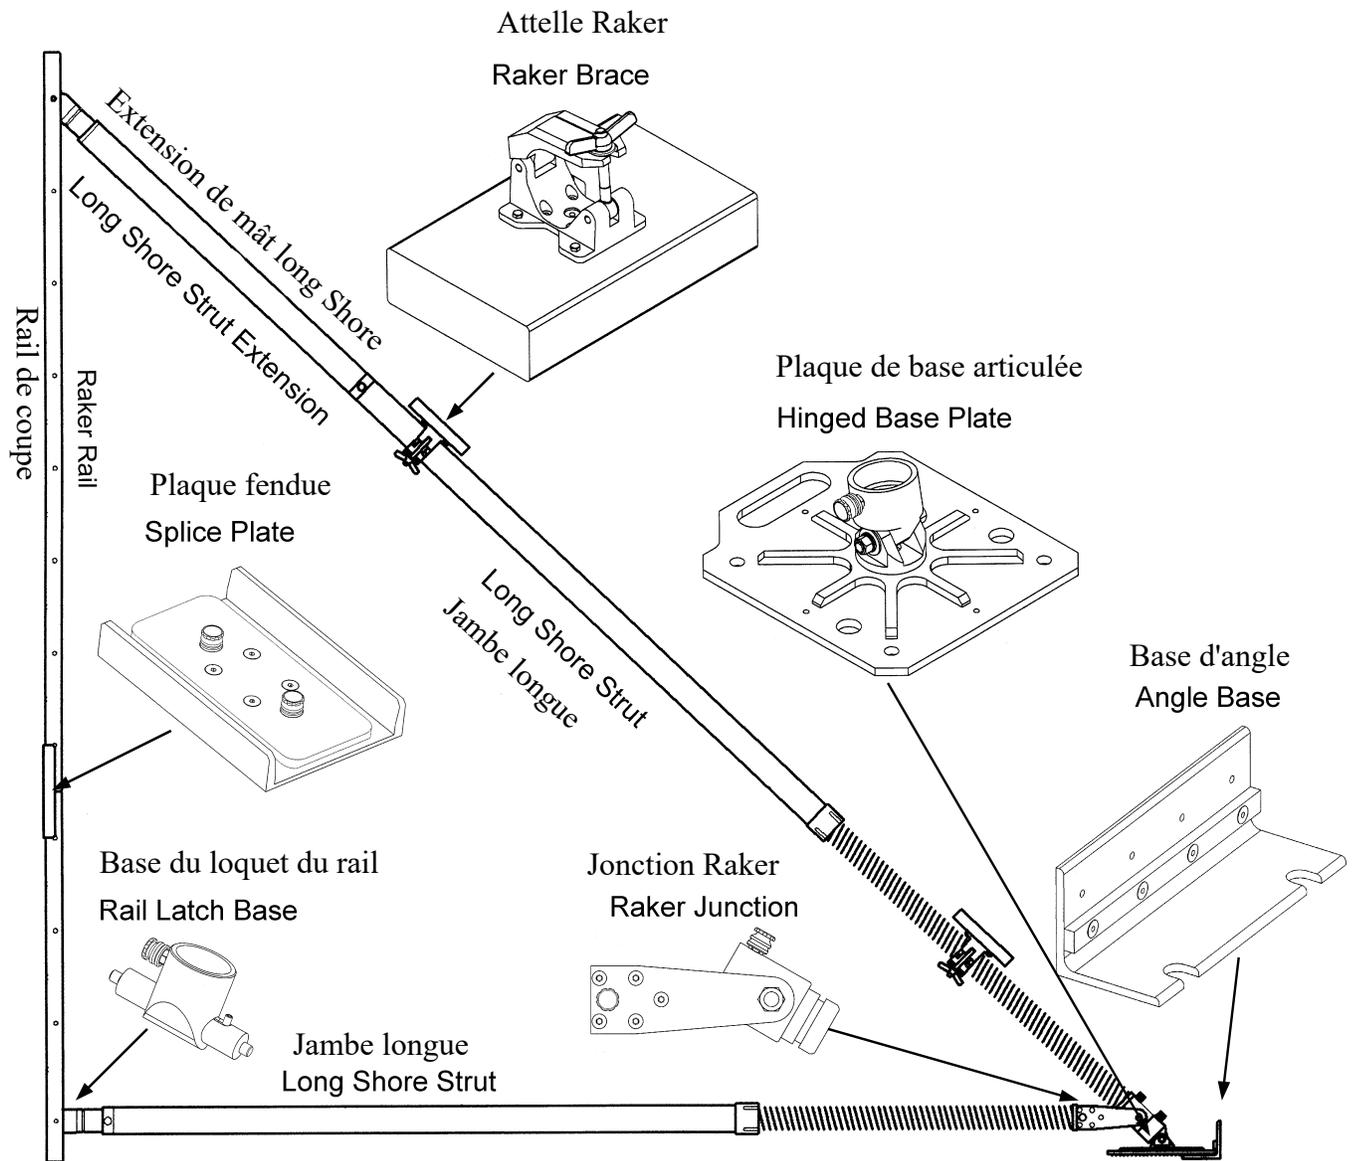

Figure 1-1. Système d'étaie de support de sauvetage (ensemble d'étaie "Raker" illustré)
1-2.2 Les systèmes RescueStrut Long Shore, figure 1-1, sont conçus pour être utilisés dans des situations de recherche et de sauvetage impliquant un effondrement, un confinement et/ou une stabilisation. Il est défini comme la stabilisation ou le rétablissement temporaire de seulement cette partie, section ou élément structurel d'une structure physiquement endommagée, partiellement ou totalement effondrée. Ceci est fait afin de fournir une atmosphère sûre et efficace tout en menant des opérations de recherche et de sauvetage des victimes piégées dans un environnement relativement sûr et à risque réduit pour les victimes de l'effondrement, ainsi que pour les forces de sauvetage formées à l'effondrement.
1-3.7 **Composants d'interconnexion.** Les composants d'interconnexion du système Rescue Strut Long Shore illustrés à la figure 1-1 sont : (1) les bases de verrouillage du rail « raker » (numéro de pièce 22-796250) utilisées dans un rivage « raker » pour interconnecter le « raker » ou entretoises "semelles" ainsi que des extensions pour